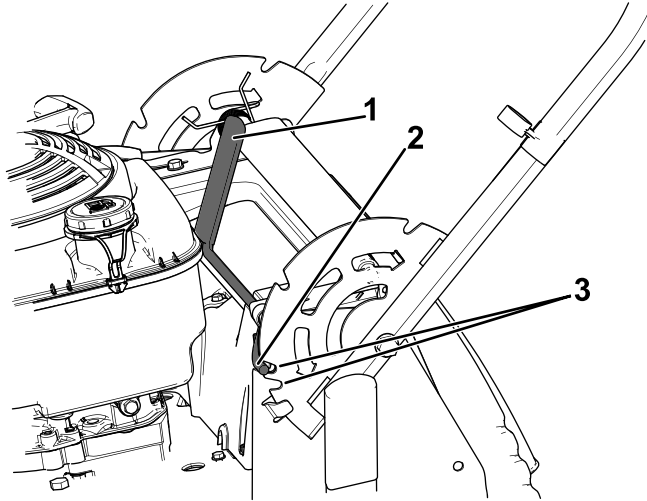

Figure 14
1. Tirez le levier de verrouillage du guidon vers l'arrière pour dégager les goupilles de verrouillage du guidon (Figure 14).
2. Faites tourner le guidon et alignez le cran voulu dans le support de guidon avec les goupilles de verrouillage du guidon; voir Figure 14.